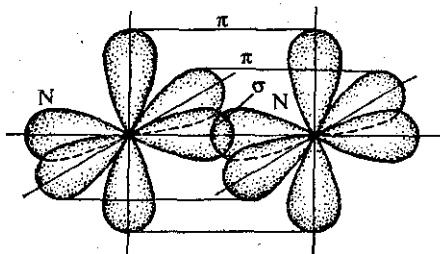

Рис. 10.1.  $\sigma$ - и  $\pi$ -Связи в молекуле азота
**Сигма- и пи-связи.** Для объяснения физических и химических свойств простого вещества азота необходимо более детально рассмотреть строение его молекулы. Как следует из электронного строения внешнего уровня атома азота (см. § 2.7), его химические связи осуществляются тремя неспаренными  $p$ -электронами каждого атома;  $p$ -орбитали имеют форму гантели и направлены вдоль оси пространственных координат. Это  $p_x$ ,  $p_y$  и  $p_z$ -орбитали. Образование химических связей есть результат перекрывания орбиталей атомов (§ 3.1). Образование тройной связи в молекуле азота можно представить, как показано на рис. 10.1 (в молекуле  $\text{N}_2$  химическая связь осуществляется за счет трех общих пар  $p$ -электронов, орбитали которых направлены по осям  $x$ ,  $y$ ,  $z$ ).